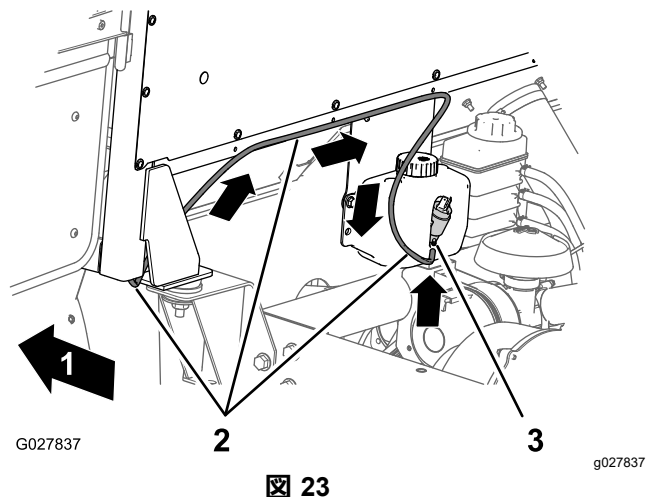

図 23
4. キャブの後部を横切るようにしてホースの端部を、ウォッシャー液ポンプのフィッティングへ導く 図 23。